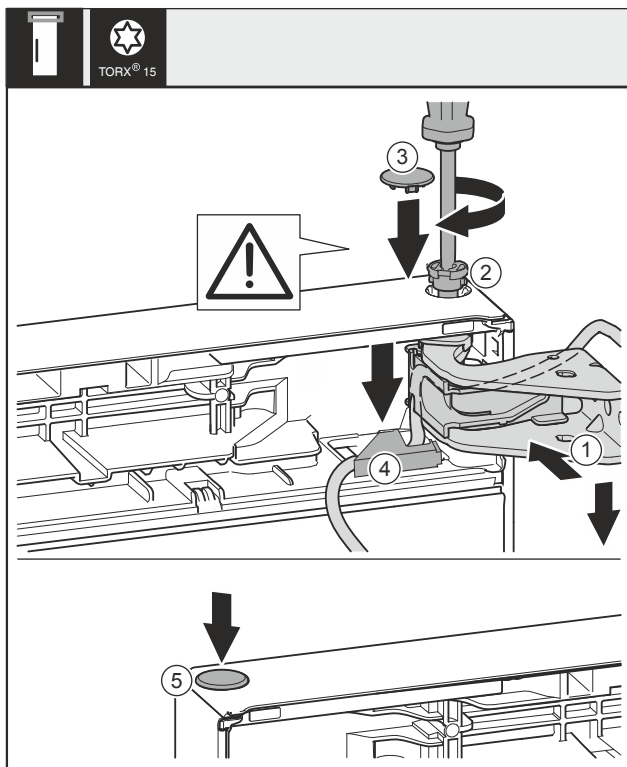

Fig. 45
- Aligner la porte en haut sur l'ouverture du support de palier Fig. 45 (1).
- Insérer l'axe Fig. 45 (2) et le serrer avec un tournevis.
- Monter le cache de fixation pour sécuriser la porte : mettre le cache de fixation Fig. 45 (3) en place et vérifier qu'il repose bien sur la porte. Sinon, insérer complètement l'axe.
- Mettre le cache Fig. 45 (4) en place et le pousser vers le bas jusqu'à ce qu'il s'enclenche.
- Mettre le cache Fig. 45 (5) en place.